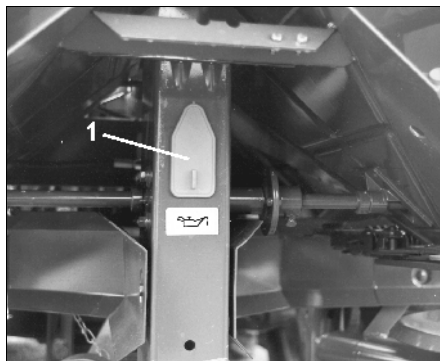

Fig. 55
- Røreaksel - trækkæden renses og fedtes ind (Fig. 55/1).